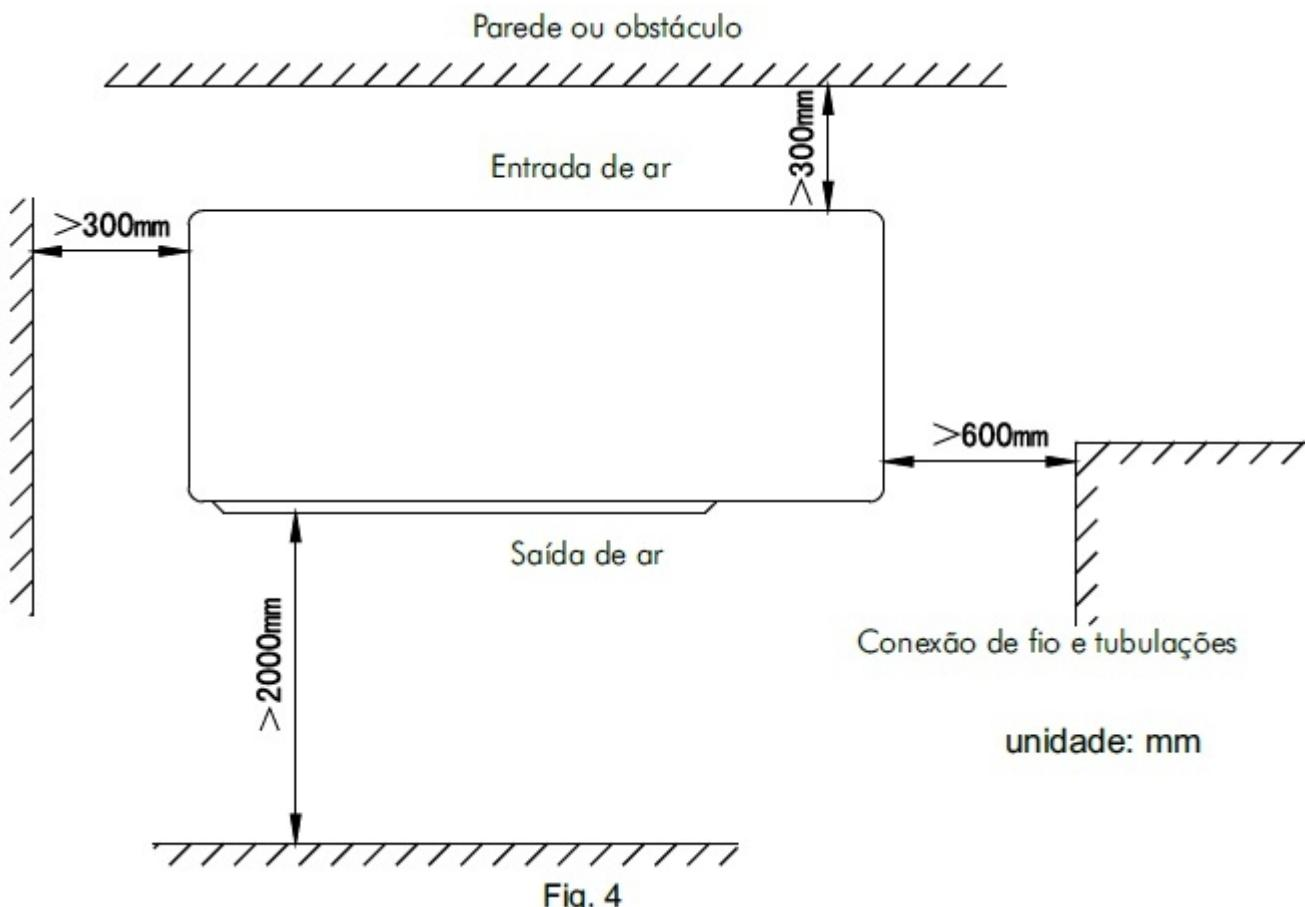

Fig. 4
- \* Veja abaixo os limites permitidos de instalação (Fig. 4).